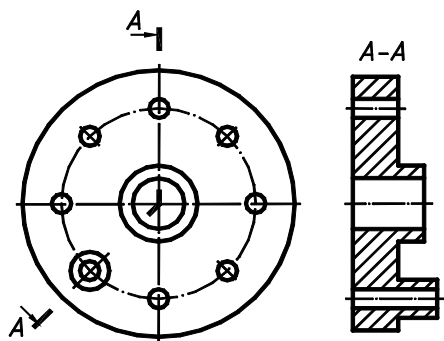

Fig. 6.2
- secțiuni frânte, dacă planele de secționare sunt reciproc concurente sub un unghi diferit de 90° (fig. 6.2).
Particularitatea construirii secțiunii frânte constă în aceea, că figură secțiunii obținute în planul de secționare neparalel cu planul respectiv de proiecție se reprezintă răbătută, adică în mărimea sa adevărată (vezi fig. 6.2).